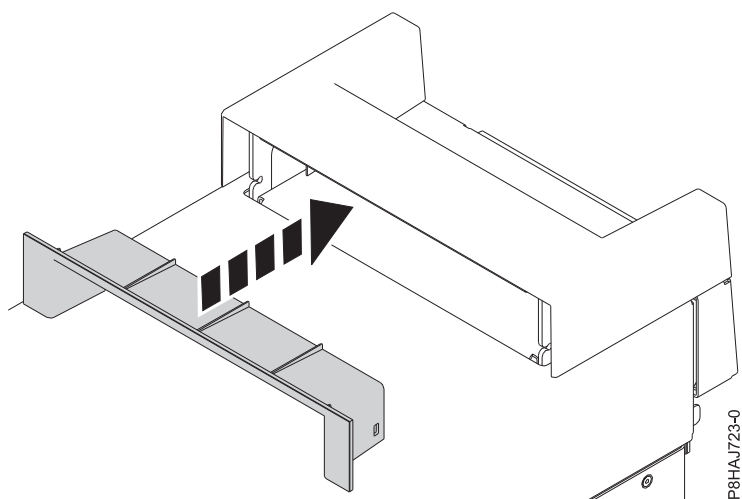

図 37. 8286-41A スタンドアロン・システムのハンドル・カバー内の断片の差し込み
2. ハンドル・カバーの断片をしっかりとハンドル・カバーに押し込んで、断片をハンドル・カバー内に差し込みます (58 ページの図 37 を参照)。